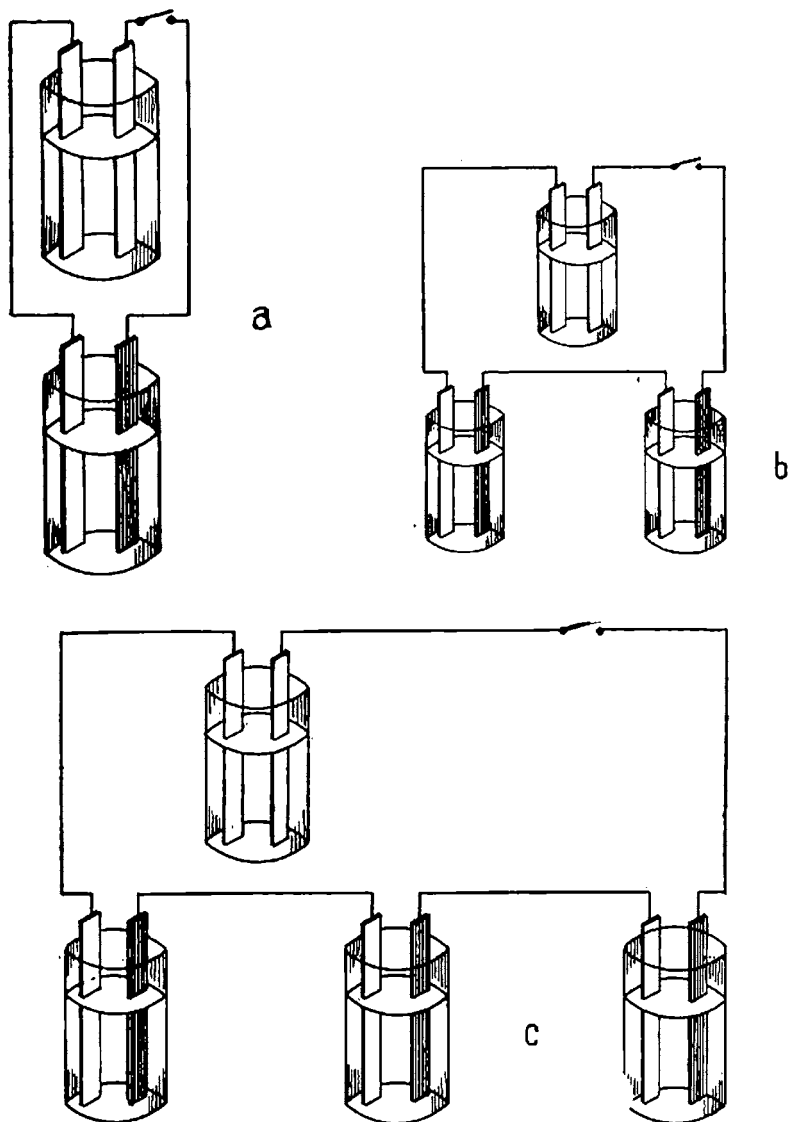

Fig. 7. a, b, c — Circuite electrice
**7. Intensitatea curentului.** Să facem mai multe montaje de circuite simple, așa cum arată fig. 7, compuse din: pilă, o sârmă și voltmetru.